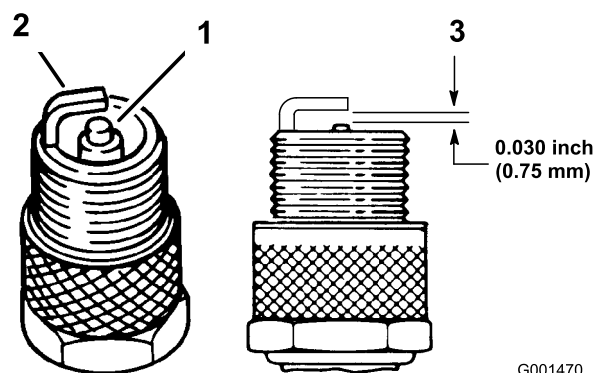

Figure 30
1. Examinez le centre des bougies (Figure 30).
3. Contrôlez l'écartement entre l'électrode centrale et l'électrode latérale (Figure 30).
**Remarque:** Courbez l'électrode latérale (Figure 30) si l'écartement est incorrect.
3. Branchez les fils aux bougies (Figure 30).